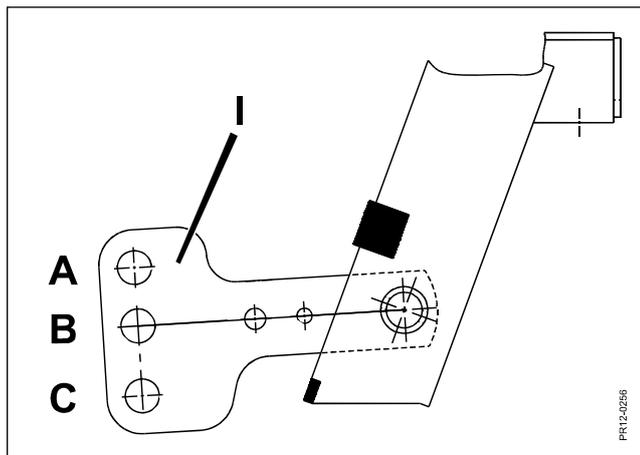

Рис. 3-1
- Рис. 3-1** 3) Подсоедините машину к тягам трактора. Выберите среднее отверстие **В** на рычаге **I** в левой точке соединения.